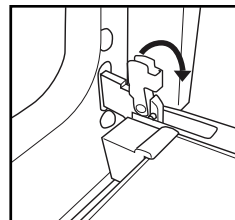

Рис. 1
2. Поднимите фиксаторы и сдвиньте их вперед до упора (рис. 1).